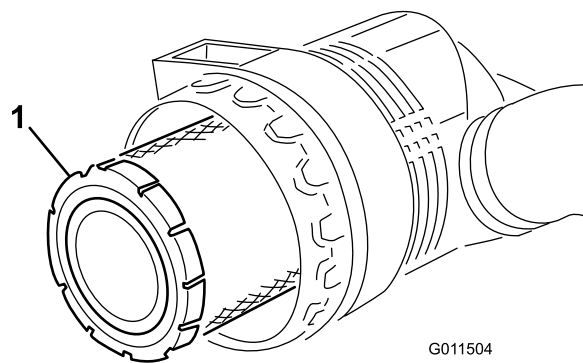

Figura 54
3. Togliete il filtro primario e sostituitelo (Figura 54).